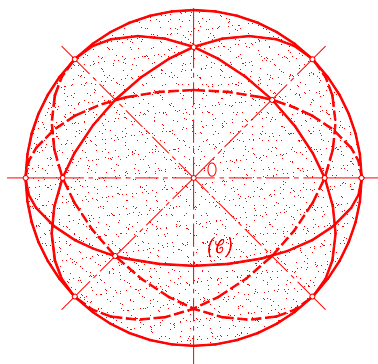

Fig.7.2
Sfera este suprafața de rotație generată prin rotația unui cerc (C) (sau semicerc) în jurul unui diametru (fig.7.2). Sfera poate fi definită și ca locul geometric al punctelor echidistante față de un punct fix O , numit centrul sferei. Rezultă că orice sferă este determinată dacă se cunosc coordonatele centrului și ale unui punct de pe suprafața acesteia (sau măsura razei).